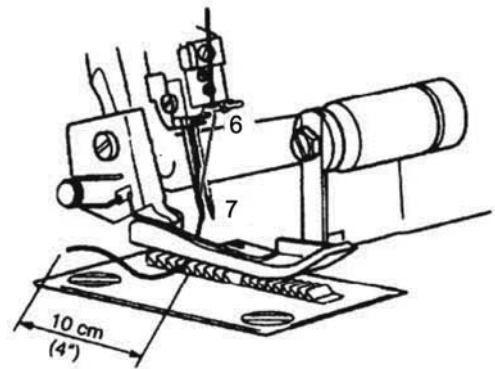

Abb.33
5. Führen Sie den Faden durch die linke Nadel (7) (Abb. 33).
6. Legen Sie den Faden nach hinten unter den Nähfuß ②.